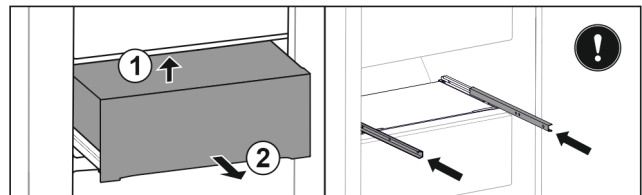

Fig. 29\*
- ▶ Повдигнете отдолу отзад Fig. 29 (1)\*
- ▶ Извадете напред Fig. 29 (2)\*